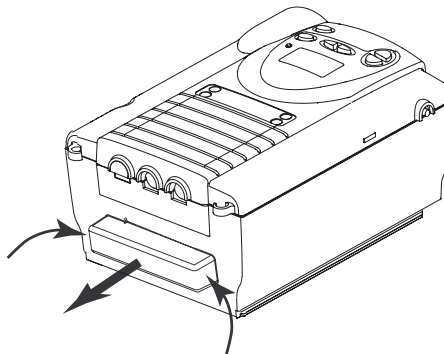

Abb. 9-1 Entfernen der Filterabdeckung
2. Die Filterkappe entfernen (siehe Abb. 9-1), indem seitlich leicht auf die Filterabdeckung gedrückt und die Kappe vom Gerät weg herausgezogen wird.